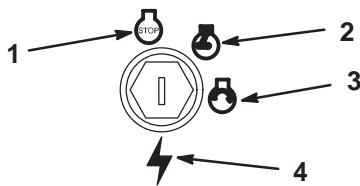

Bild 7
6. Drehen Sie den Zündschlüssel auf Start (Bild 7), um den Anlasser zu aktivieren. Lassen Sie den Schlüssel sofort los, wenn der Motor anspringt.
3. Drehen Sie den Zündschlüssel auf AUS (Bild 7).